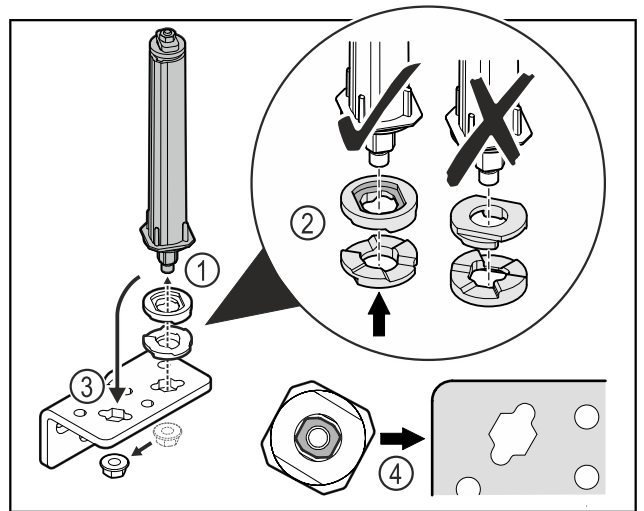

Fig. 28
- ▶ Λύστε το παξιμάδι και αφαιρέστε το σύστημα κλεισίματος πόρτας Fig. 28 (1).
- ▶ Βεβαιωθείτε για τη σωστή ευθυγράμμιση των ροδελών ρύθμισης ύψους Fig. 28 (2).
- ▶ Μεταφέρετε το σύστημα κλεισίματος πόρτας στη γωνία μεντεσέ και στερεώστε με το παξιμάδι Fig. 28 (3).
- ▶ Κατά την τοποθέτηση βεβαιωθείτε για τη σωστή ευθυγράμμιση του συστήματος κλεισίματος πόρτας Fig. 28 (4).